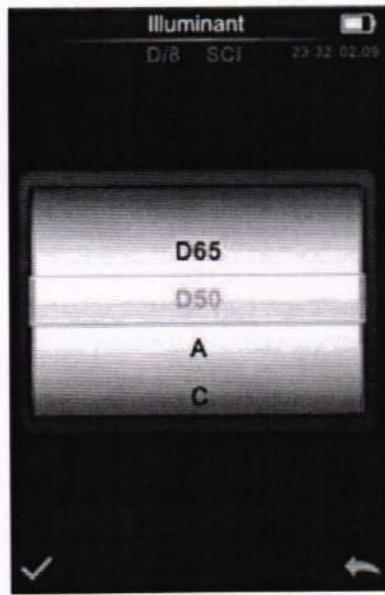

Рисунок 25 – Окно выбора стандартного источника освещения
10.1.2.2.2 Нажать кнопку «Illuminant» в меню «Illuminant». Откроется окно выбора стандартного источника освещения (рисунок 25). Выбрать необходимый источник освещения (D65, С или А). Нажать кнопку в нижнем левом углу для подтверждения выбора и возврата к меню «Illuminant».